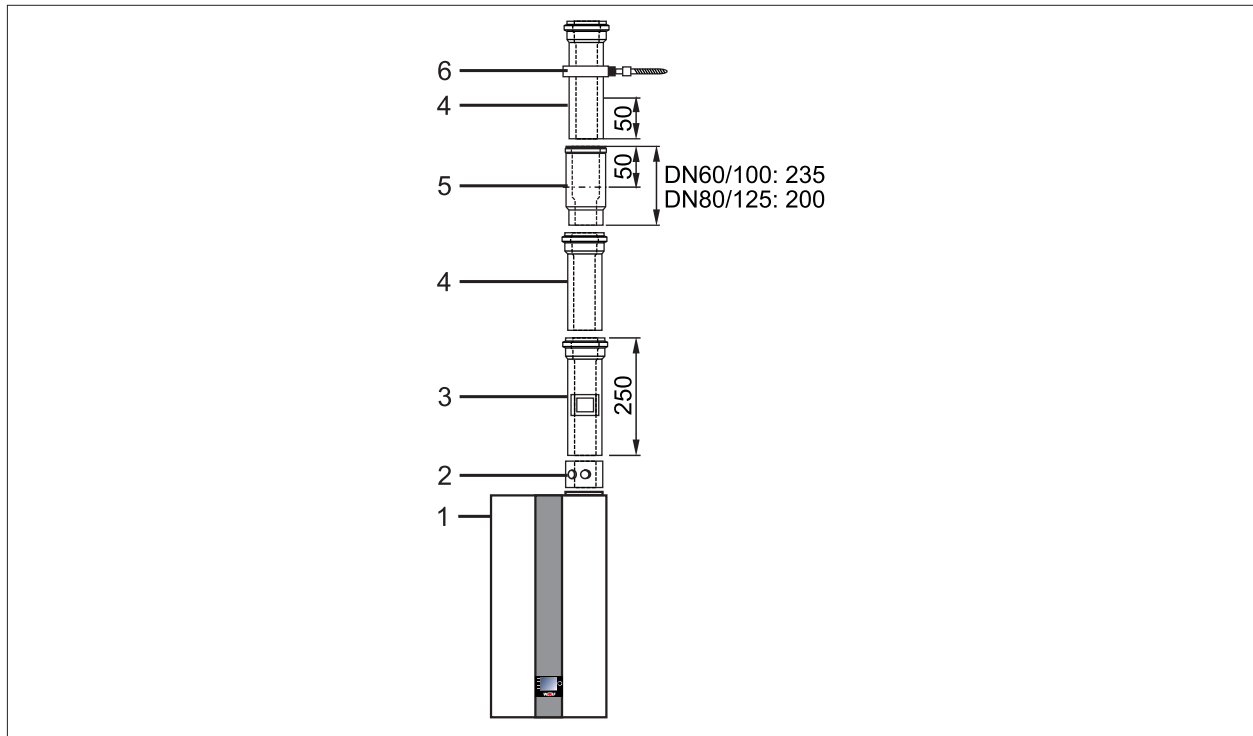

Abb. 5.12 Beispiel Luft-/Abgasführung [mm]
- Geräteanschluss mit Abgas-Messöffnung (2) (Abb. 5.12) grundsätzlich am Anschluss des Wärmeerzeugers (1) montieren.
- Trennvorrichtung (6) (Abb. 5.12) bis zum Anschlag in die vorhergehende Muffe (5) schieben.
- Nachfolgendes Luft-/Abgasrohr (4) 50 mm in die Muffe der Trennvorrichtung (5) schieben.
- Luft-/Abgasrohr (4) in dieser Position unbedingt fixieren, z. B. mit Abstandschelle (6) oder luftseitig mit Sicherungsschraube.